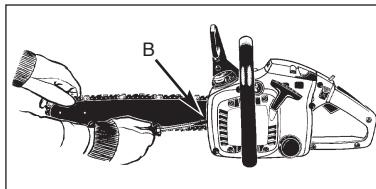

Рис. 5
1. Приподнимая за кончик шину, ослабьте гайку крепления крышки и вращайте регулировочный винт (Д) ПО ЧАСОВОЙ СТРЕЛКЕ, чтобы увеличить натяжение цепи. Вращение регулировочного винта ПРОТИВ ЧАСОВОЙ СТРЕЛКИ уменьшит натяжение. Следите за тем чтобы цепь вокруг шины не выпадала из канавки (рис. 5).